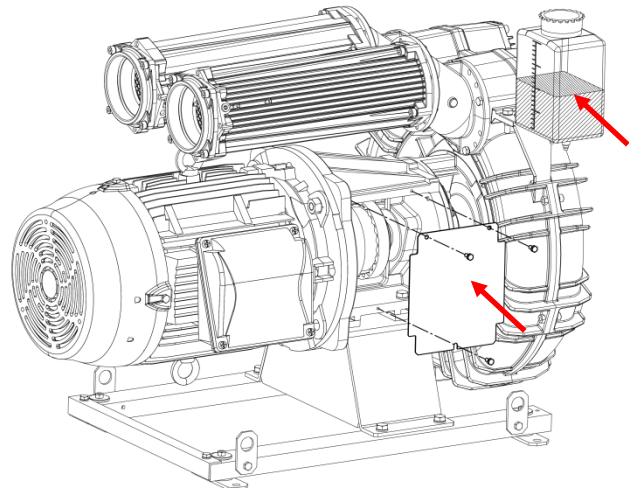

Fig. 6.2
1. Enlever les vis et le couvre-joint (Fig. 6.2).